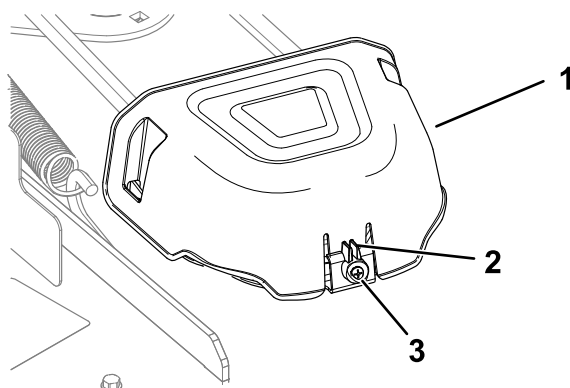

Рисунок 55
5. Ослабьте винт и нажмите внутрь на выступ на кожухе, чтобы снять кожухи шкива (Рисунок 55)